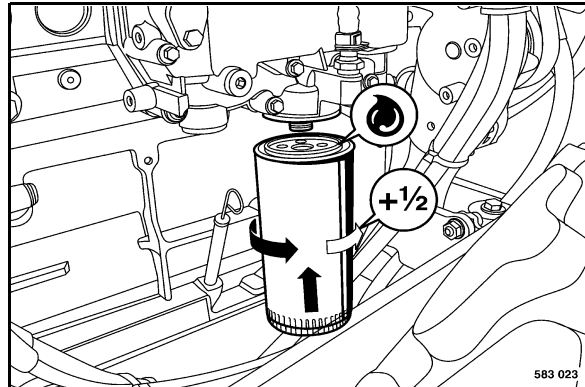

fig. 138
- Visser la cartouche neuve (fig. 138) à la main jusqu'en butée du joint.